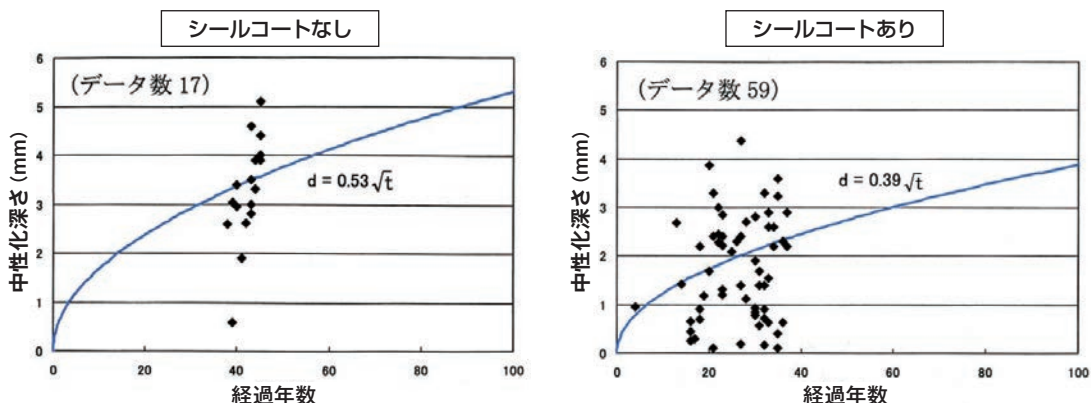

図 10 埋設後の経過年数と中性化深さの関係（データ数合計 76 件、経過年数最長 45 年間）
- ① 中性化促進試験から、モルタルライニングの中性化深さは時間の平方根に比例し、 \sqrt{t} 則が成り立つことが確認できた。
- ② 埋設管の中性化速度係数から、埋設後の経過年数と中性化深さの関係は図 10 となり、中性化深さがモルタルライニングの厚さである 4 mm に達する年数はシールコートなしでは 57 年、シールコー